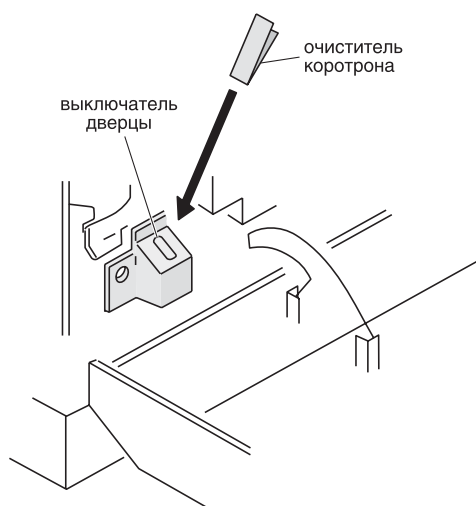

Рис. 24. Выключатель дверцы
- включите выключатель дверцы с помощью очистителя коротрона, см. рис. 24 (на табло количества копий появится мигающий код состояния «CH»);